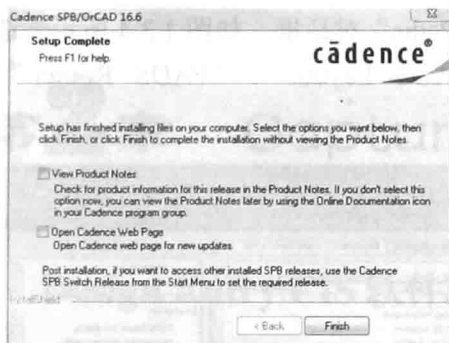

图 1.2.24 “Setup Complete”对话框
(13) 安装完成后, 出现“Setup Complete”对话框, 提示已完成软件的安装, 请根据需要选择“View Product Notes”选项, 然后单击“Finish”按钮即可, 如图 1.2.24 所示。